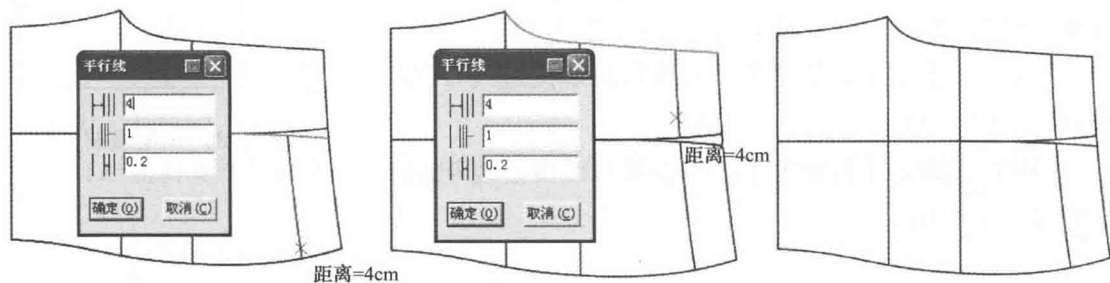

图 7-93 画腰头
(21) 选择  【智能笔】工具按住【Shift】键,进入【平行线】功能。输入腰头宽 4cm(图 7-93)。